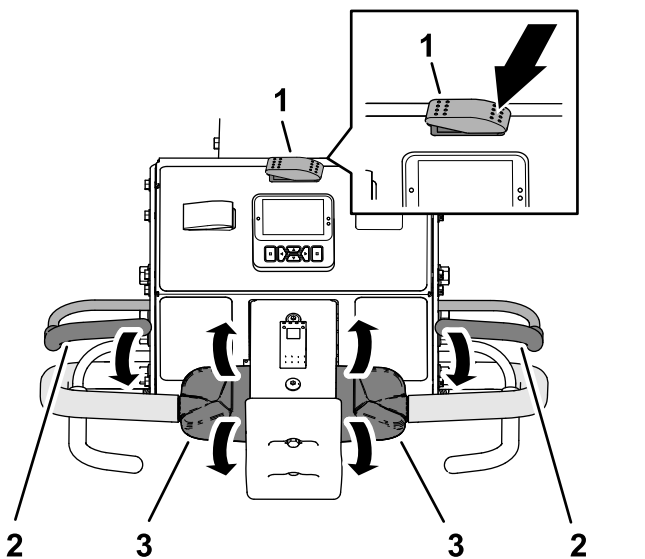

Bild 76
3. Drücken Sie die linke Seite des Transport-/Aerifizierschalters auf die TRANSPORT-Stellung (Bild 76).
5. Fassen Sie den linken oder rechten Lenker und den Schaltbügel (Bild 76), und drücken Sie den Schaltbügel an den Lenker.